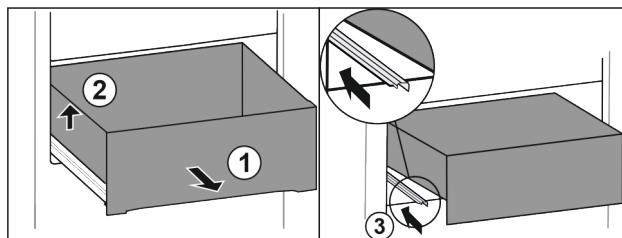

Fig. 68
- Vytáhněte zásuvku až na doraz. Fig. 68 (1)
- Nadzvedněte zásuvku vlevo. Fig. 68 (2)
- Zasuňte levou kolejničku. Fig. 68 (3)